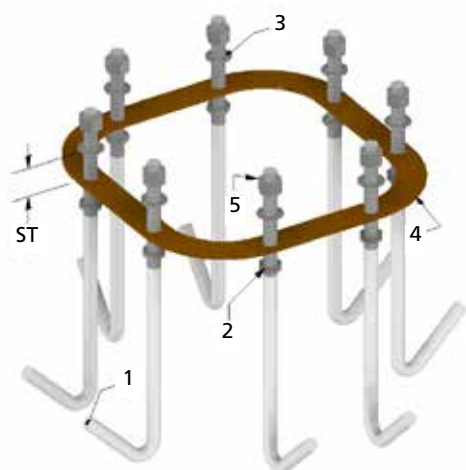

fig.20
1. Avvitare sui tirafondi 1 i dadi bassi 2, lasciando sporgere la porzione filettata fino ad ottenere la corrispondente sporgenza ST (vedi paragrafo 2.2.9) (fig. 20). Compiere tale operazione su tutti gli 8 (otto) tirafondi.